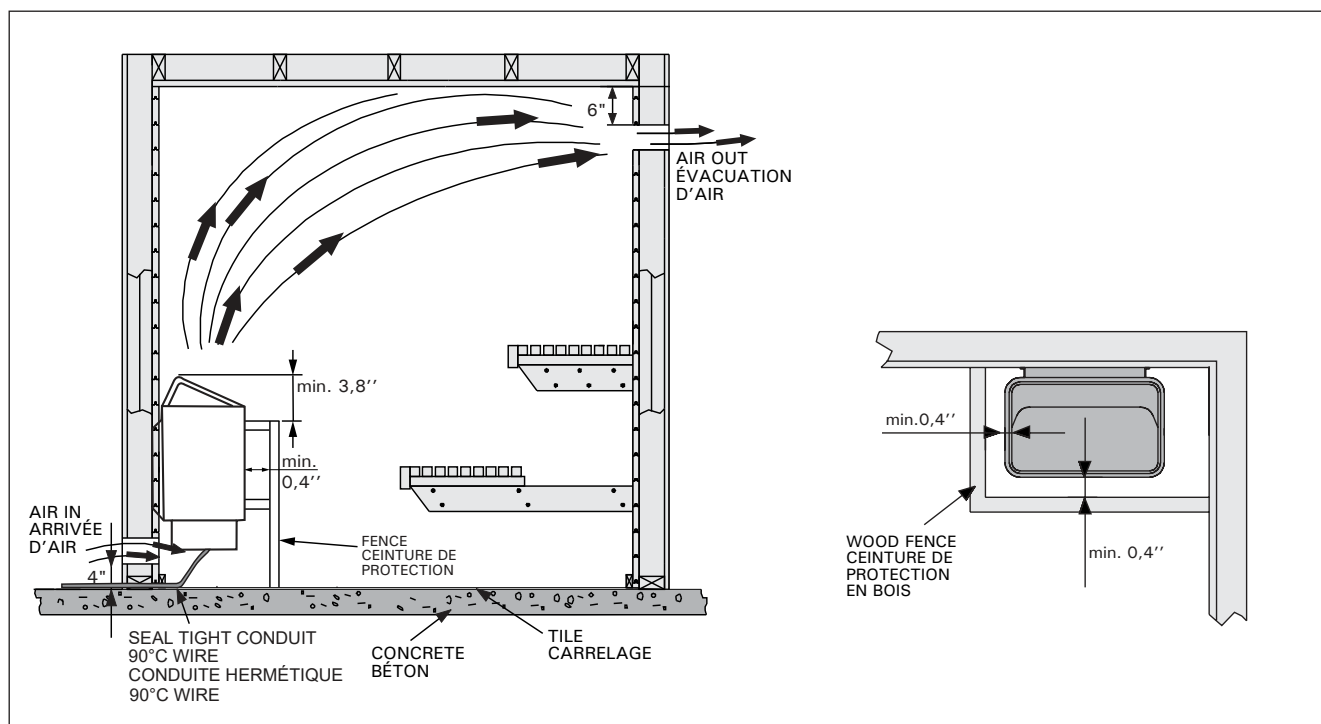

Figure 4. Ventilation de la cabine de sauna et dégagements min. entre la ceinture de protection
Doit être assurée par une bouche d'aération basse située près du poêle à 4" (100 mm) du plancher et une bouche d'aération haute située sur la paroi opposée (si possible) à 6" (150 mm) du plafond ou à une hauteur minimale de 24" (600 mm) du plancher. Les bouches d'aération doivent être réglables et permettre de renouveler l'air 5 fois par heure. Le sauna doit être équipé du système d'aération requis par les autorités locales. Figure 4.
Les distances de sécurité minimales sont décrites sur la figure 4 et 5.
1. Sortez le poêle du carton et posez-le à un emplacement approprié dans la cabine du sauna. Respectez les dégagements indiqués dans les figures 4 et 5. Après le raccordement final, l'entrepreneur électricien doit fixer l'appareil de chauffage au sol ou au mur avec les vis ou les boulons requis.